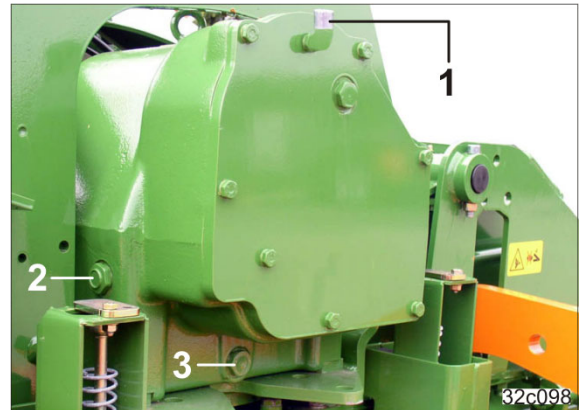

Fig. 132
Das Getriebe besitzt ein Entlüftungsventil (Fig. 132/1). Die Entlüftung muss gewährleistet sein, damit das Getriebe nicht undicht wird.
Bei richtiger Füllmenge ist der Ölspiegel im Ölauge (Fig. 132/2) sichtbar.
2. Getriebeöl, bei Bedarf durch die Öffnung der Entlüftungsschraube (Fig. 132/1) nachfüllen.
2. Die Ölablassschraube (Fig. 132/3) heraus-schrauben.